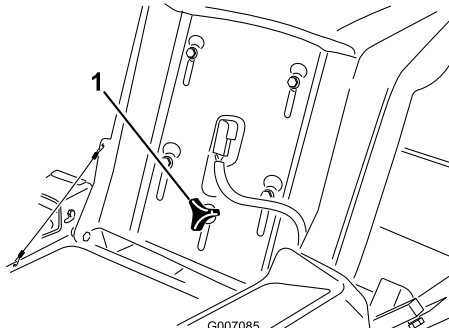

Figure 20
1. Soulevez le siège et desserrez le bouton de réglage jusqu'à ce que vous puissiez déplacer le siège (Figure 20).